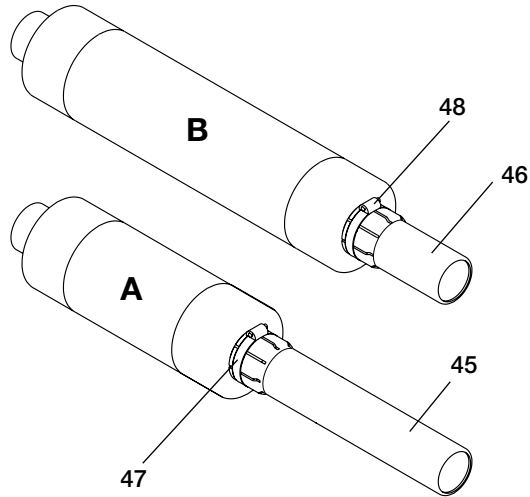

Fig. 5a
- three fuse-holders (23) complete with connections for fuses (24)
- release device for fuse intervention (25)
- three adapters for fuses (fig. 5a and fig. 6a)
- norma DIN 43625 con lunghezza massima della cartuccia $e = 442$ mm (fig. 5a)
- un contaimpulsori che indica il numero di manovre eseguite dal contattore (14)
- dispositivo di ritenuta meccanica completo di dispositivo di apertura manuale di emergenza (22) e dispositivo meccanico di apertura ad intervenuto fusibile (26).
- DIN 43625 standards with maximum cartridge length = 442 mm (fig. 5a)
a) Montaggio degli adattatori (fig. 5a)
a) Assembling the adapters (fig. 5a)